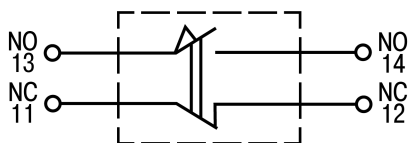

Рисунок 5.3 – Схема подключения
3. Подключить провода к контактной группе (см. рисунок 5.3).